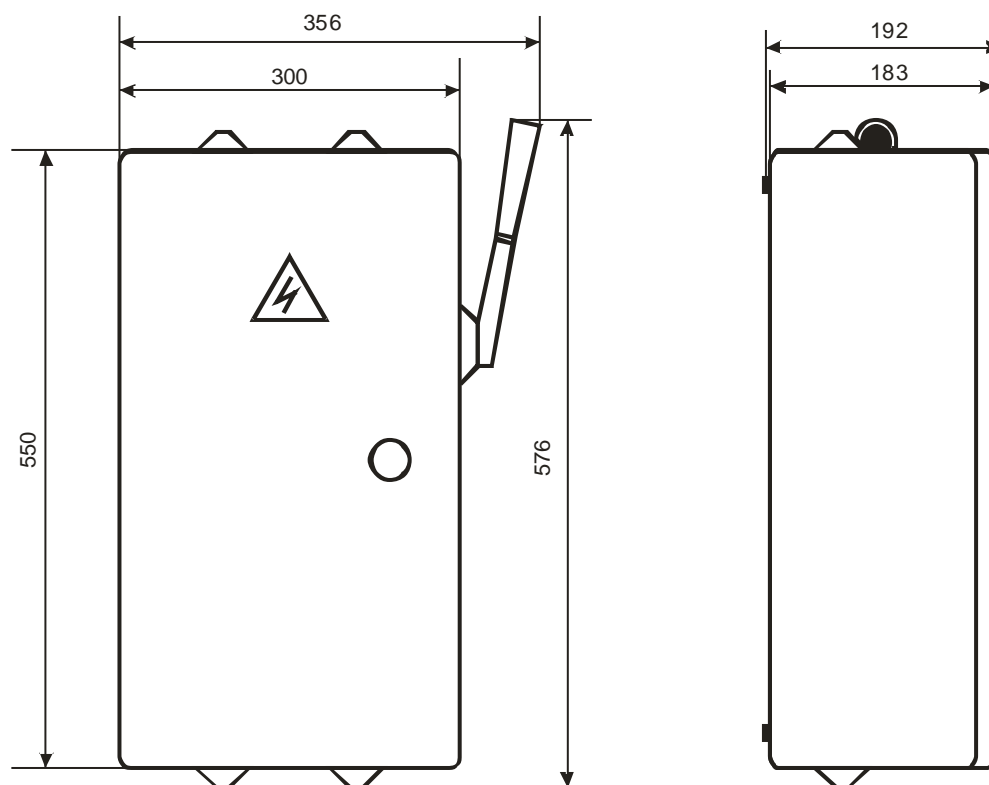

Рис.1 Внешний вид, габаритные и установочные размеры корпуса ящика силового ЯРП-250-Узола.
2.13. Габаритные и установочные размеры	- см. рис.1;